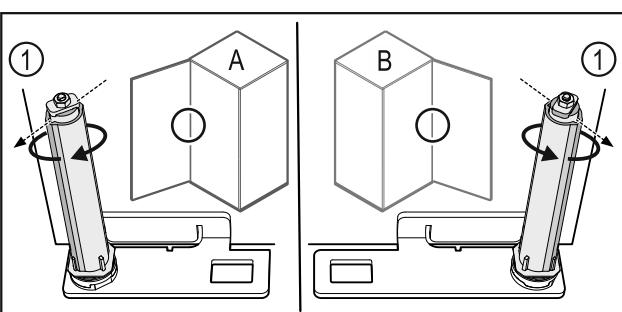

Fig. 51 Linksanschlag (A) / Rechtsanschlag (B)
► Schließsystem gegen den Widerstand drehen, bis der Steg des Schließsystems *Fig. 51 (1)* nach außen zeigt.